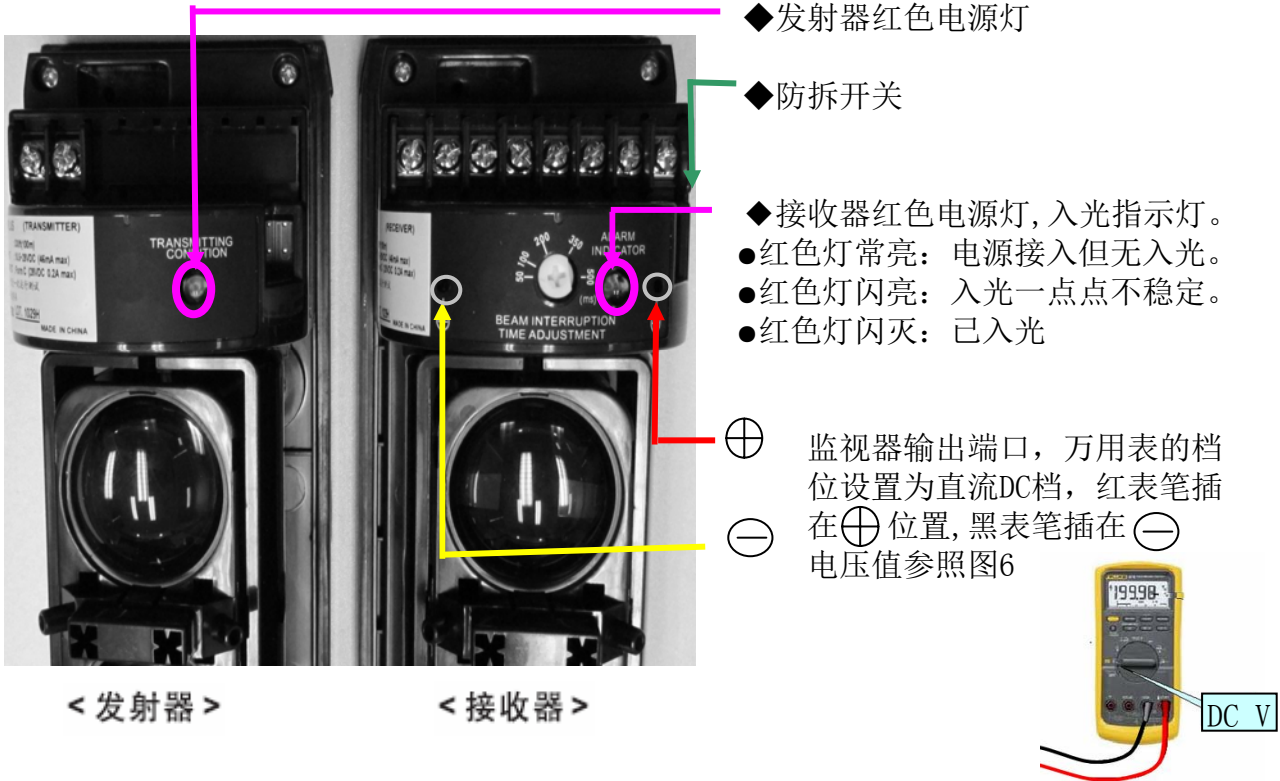

图2
- 报警输出是否同防拆共用报警线, 确认防拆开关是否压好 参照图2
将万用表设置在5~10VDC范围内或DC自动档，然后参照图2将万用表的⊕和⊖级与监视器插口的⊕和⊖级分别连接。